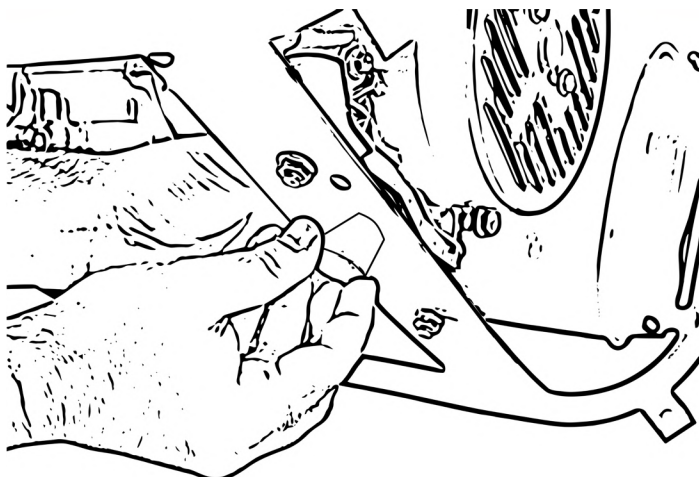

Abbildung 5
- Bringen Sie einen kleinen Gummifuß an der unteren hinteren Halterung des Geräts an, siehe Abb. 5.